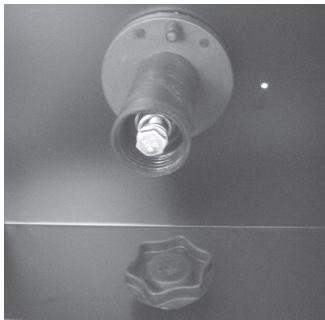

Bild 5
- Einstellen Sie Bremse der Spule mit Schweißdraht so, dass die Spule bei Ausschaltung der Anpressvorrichtung von Verschiebung freilaufend wird. Festgezogene Bremse strengt sehr die Vorschubeinrichtung an und es kann zum Schleudern des Drahts in Rollen und zu schlechte geben einlangen. Die Stellschraube der Bremse befindet sich unter plastischen Schraube des Spulenhaltres (Bild 5).